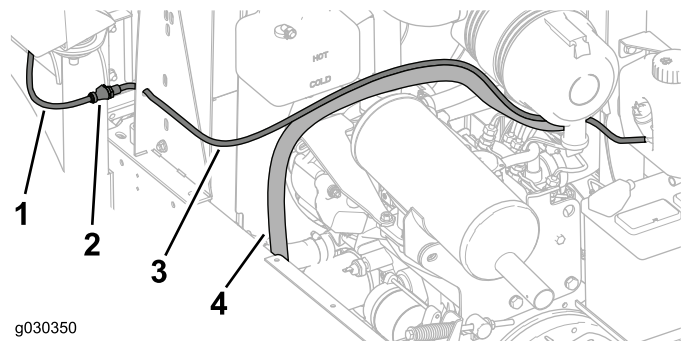

Figura 43
3. Passe o tubo de lavagem e ligue-o ao tubo de lavagem à partir da cabina (Figura 43).